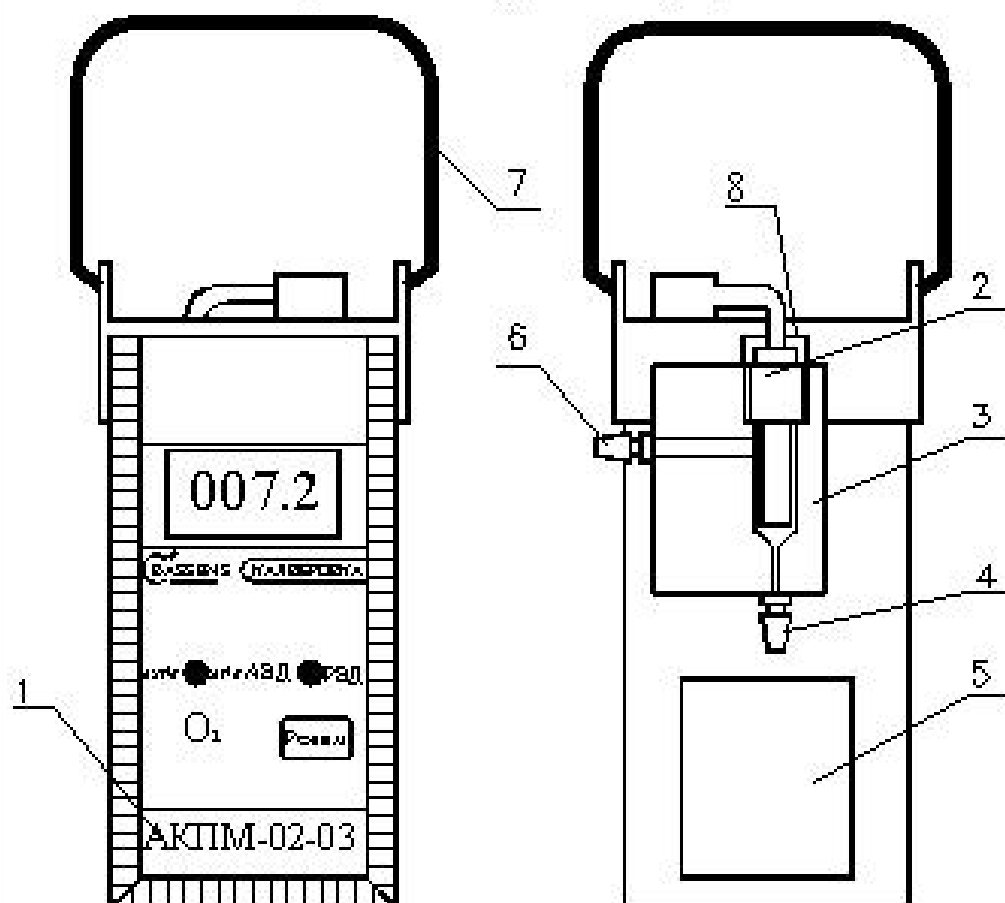

Рис. 1.
12.1.1. Отвинтить гайку 8 (рис. 1) и осторожно достать амперометрический сенсор из измерительной камеры 3 (см. рис. 1).
12.2.2. Медленно вставить амперометрический сенсор в измерительную камеру 3 (см. рис. 1).
12.4.1. Открутить гайку 8, осторожно достать сенсор из измерительной камеры 3 (см. рис. 1) и выполнить п. 12.1.2.